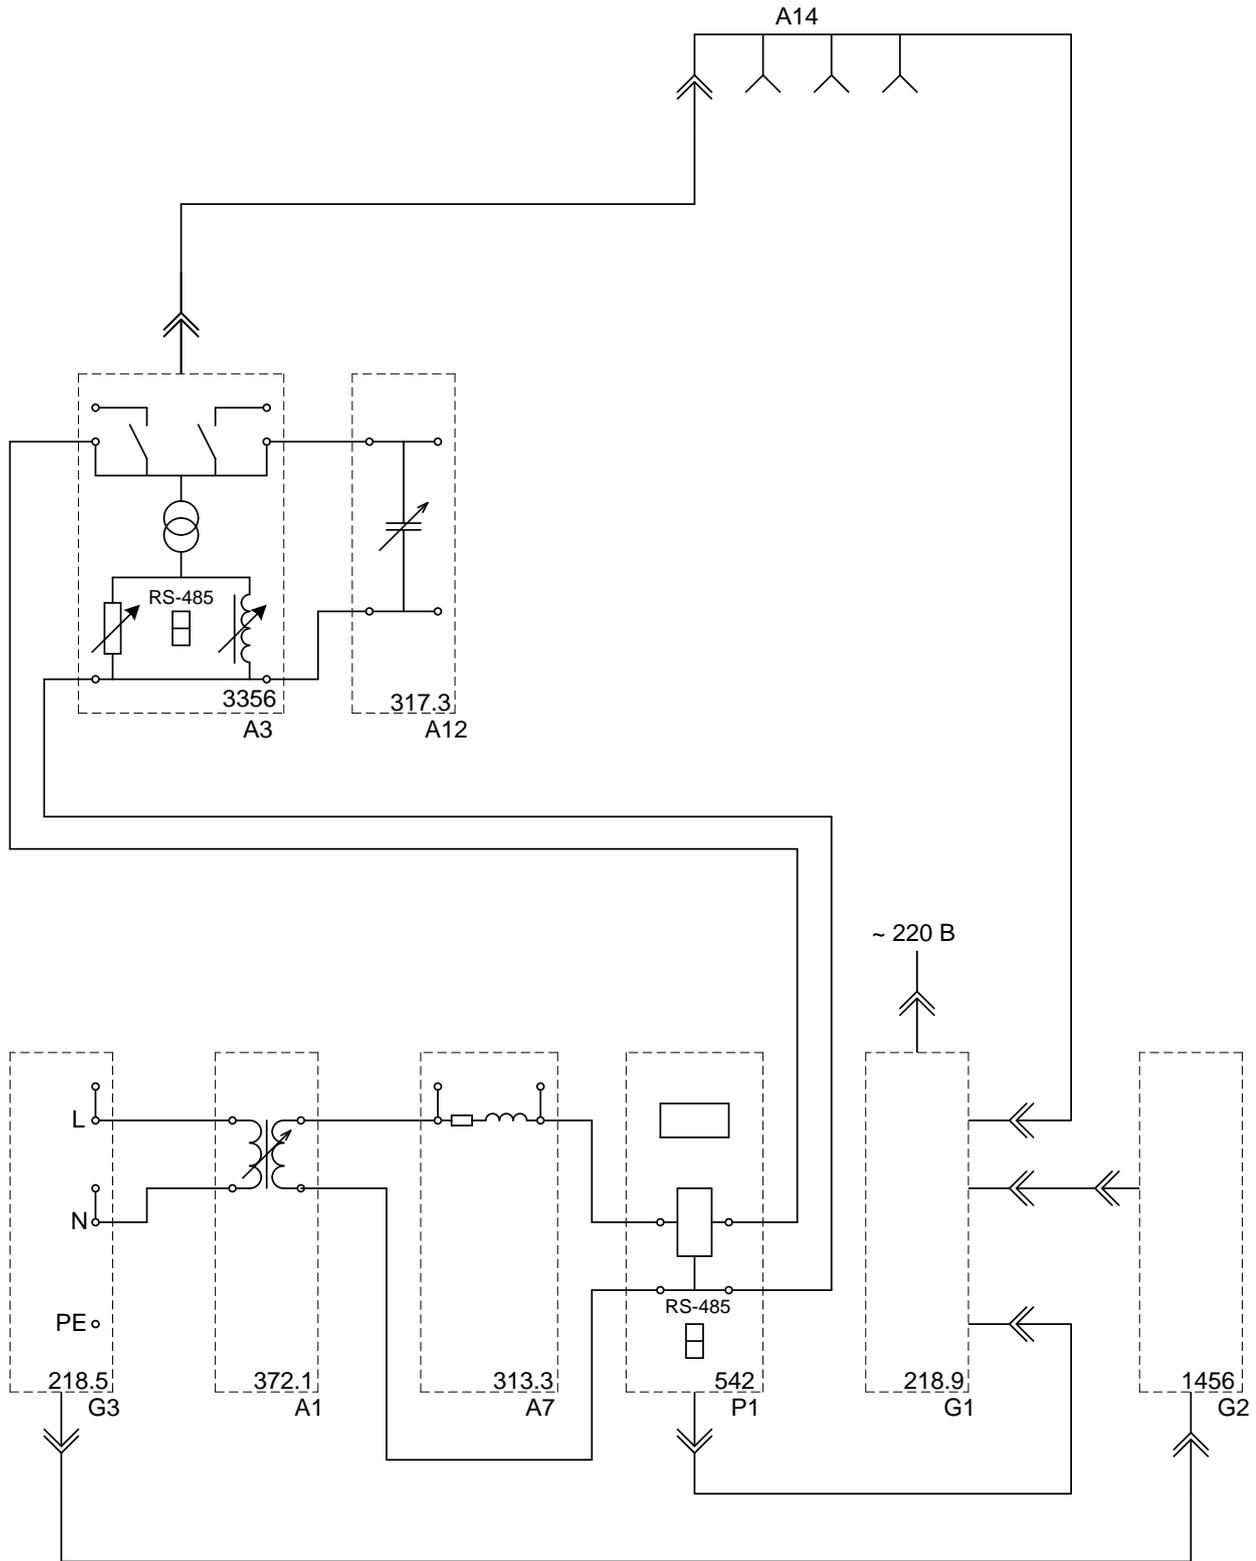

Рис.1.3. Схема для снятия статической характеристики мощности по напряжению статической нагрузки.
- Соедините аппаратуру в соответствии со схемой электрических соединений, приведенной на рис. 1.3.